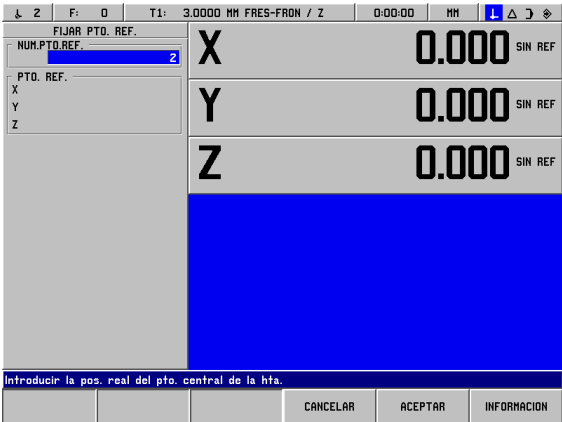
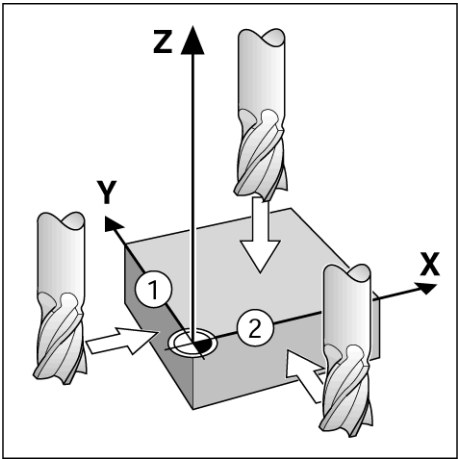

Fig. I.18 Máscara de datos FIJAR PUNTO DE REFERENCIA
Fig. I.19
**Ejemplo: Fijar el punto de referencia de la pieza sin función de palpación. Véase Fig. I.18 & Fig. I.19.**